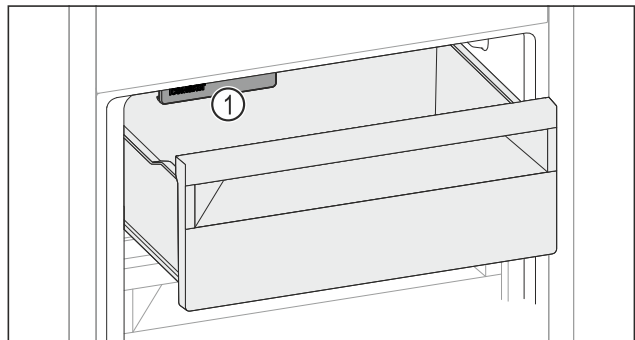

Fig. 235
- ▶ IceMaker Fig. 235 (1) berücksichtigen.